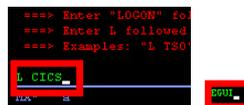

Abbildung 30
3. Nun muss der CICS Catalog Manager gestartet werden, um zu überprüfen ob der BMS Import erfolgreich war. Hierzu starten wir im immer noch geöffnetem Hostverbindungsemulator mit dem Befehl **L CICS** das CICS und rufen mit **EGUI** die CICS Catalog Manager Anwendung auf (Abbildung 30).